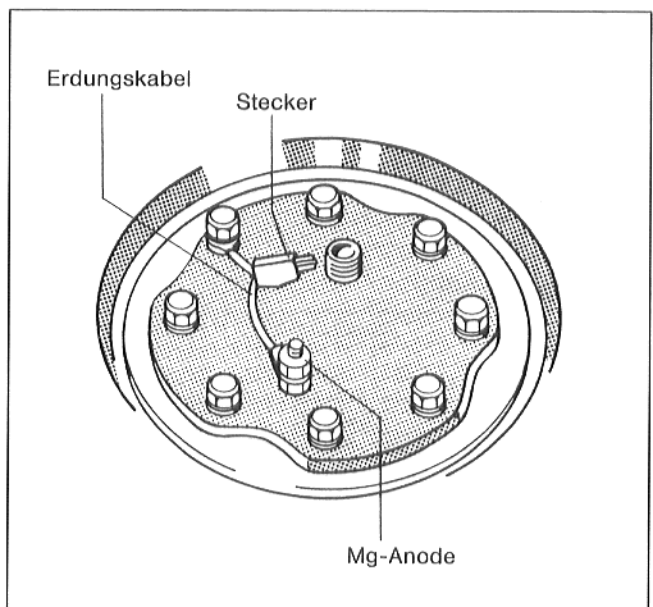

Abb. 11 – WF 305
- Prüfen, ob Erdungskabel der Magnesiumanode angeschlossen ist (Abb. 11).
- Sechskantschrauben aus oberem Handlochdeckel heraus-schrauben, Handlochdeckel mit Magnesiumanode abnehmen und Magnesiumanode prüfen (WF 305, Abb. 11).